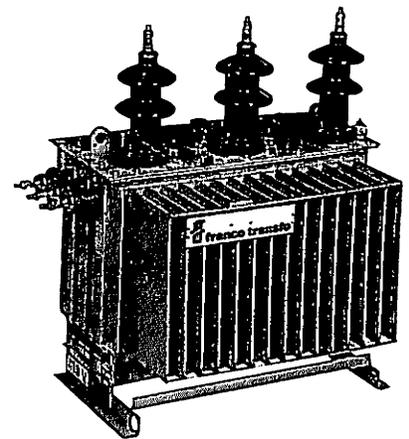

Fig. 4 : Transformateur immergé sur poteau 100 kVA-20 kV/410 V (France Transfo).
c) Transformateurs de distribution (fig. 4)